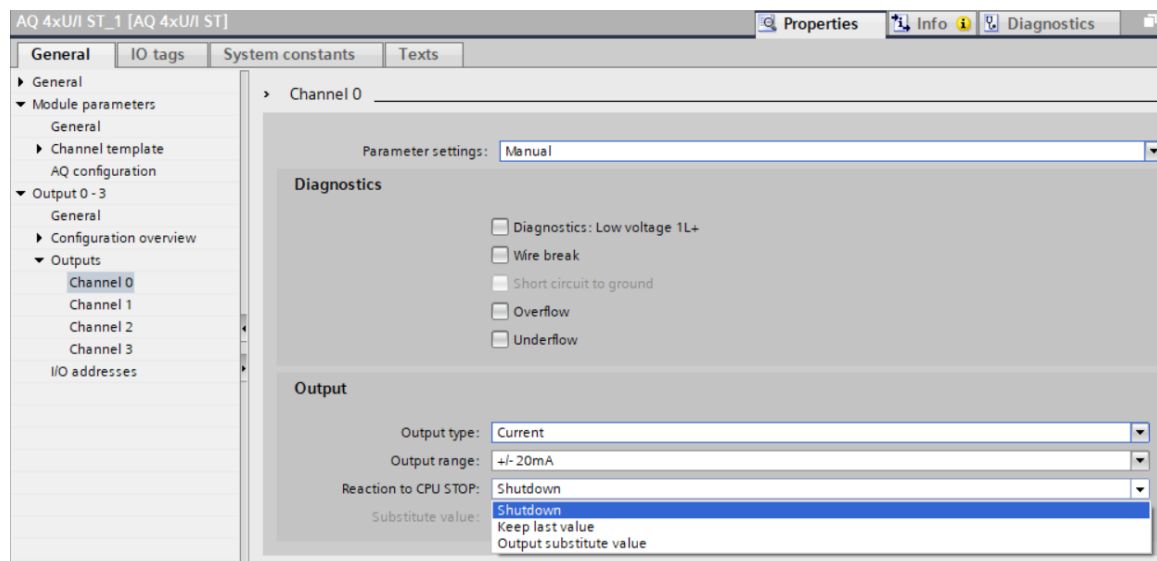

Рисунок 4.38 - Приклад параметризації аналогового вихідного каналу
*Channel*. Щоб налаштувати параметри, обертається *Manual* - «Вручну» в розділі *Parameter settings* - «Налаштування параметрів» (див. рис. 4.38).